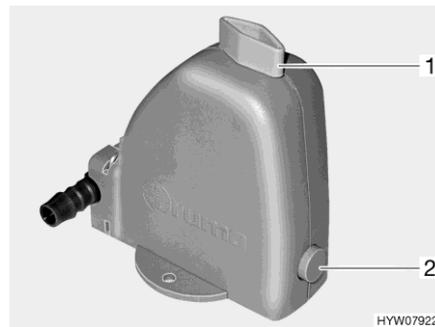

Fig. 117 Válvula de seguridad/purga
La calefacción está equipada con una válvula de seguridad/purga (Fig. 117). La válvula de seguridad/purga evita que el agua para la preparación de agua caliente se congele cuando no esté conectada la calefacción en caso de congelación.
- Cerrar la válvula de seguridad/purga. Para ello, girar el botón giratorio (Fig. 117,1) a la posición transversal en referencia a la válvula de seguridad/purga y hundir el botón (Fig. 117,2).
- Abrir la válvula de seguridad/purga. Para ello, girar el botón giratorio (Fig. 117,1) a la posición longitudinal en referencia a la válvula de seguridad/purga. El botón (Fig. 117,2) salta hacia fuera. El depósito de agua sanitaria se vacía hacia fuera a través de la válvula de seguridad/purga.